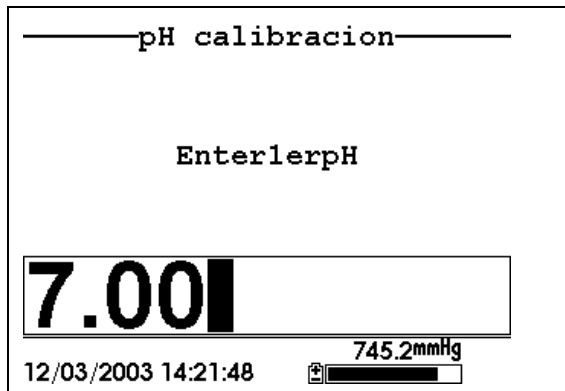

Imagen 6.13 Pantalla de Entrada de pH
- 14.** Pulse **Enter**. Esto le devolverá a la pantalla de calibración de pH específico. Ver Imagen 6.13 .